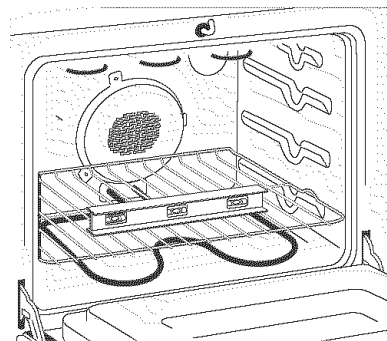
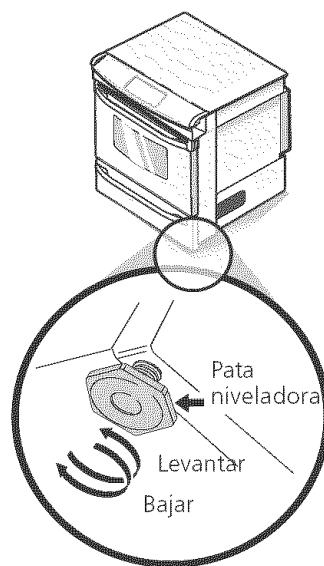

Figura 8
Figura 13
- Verifique si la cocina está nivelada colocando una parrilla en el centro del horno y poniendo un nivel sobre esta (figura 8).
- Ponga un nivel sobre la parrilla (figura 8). Tome dos lecturas con el nivel puesto diagonalmente en una dirección y después en la otra. Nivele la estufa, si es necesario, ajustando las 4 patas niveladoras con una llave de tuercas (figura 13).
4. Nivele la estufa si es necesario ajustando las cuatro patas niveladoras con una llave (Ver la Figura 13 abajo). Se requiere un espacio libre mínimo de 1/8" (0.8 cm) entre la parte inferior de la estufa y los niveladores de las patas traseras para dejar espacio para los soportes antivuelco.